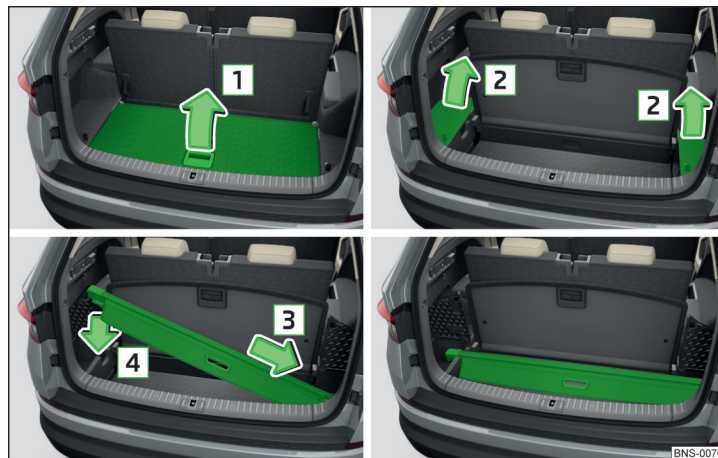

Fig. 133 Ranger le cache enroulable
- Soulevez le sol de chargement variable dans le sens de la flèche **1** et insérez-le dans les évidements latéraux » fig. 133.